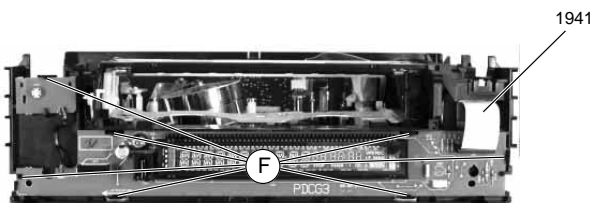

Fig. 7
- Rastnasen (F) lösen (Fig. 7) und Bedieneinheit abnehmen.
- Steckverbindung 1941 (Fig. 7) zur Bedieneinheit (PDC...) lösen.
- Release the locking lugs (F) (Fig. 7) and remove the Keyboard Unit.
- Disconnect the plug-in connection 1941 (Fig. 7) to the Keyboard Unit (PDC...).